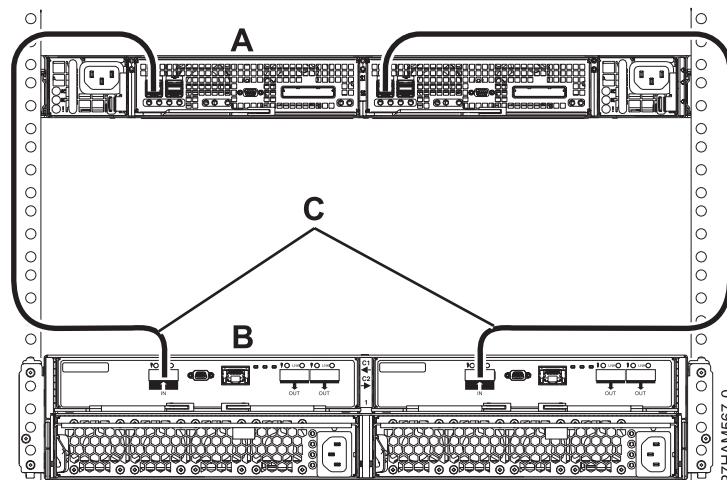

Figura 39. Connexió de mode 1 d'un allotjament d'unitats de disc 5887 mitjançant cables EX a un allotjament d'emmagatzematge PCIe
13. Dueu a terme una connexió de mode 1 d'un allotjament d'unitats de disc 5887 (B) mitjançant cables EX (C) a un allotjament d'emmagatzematge PCIe amb suport per a calaixos de discs SAS (A), com es mostra a la Figura 39 a la pàgina 83.
- Cada adaptador intern de l'allotjament d'emmagatzematge PCIe (A) té accés a l'altre adaptador i a tots els compartiments d'unitats de disc.
- Tots dos cables EX (C) del mateix allotjament d'unitats de disc 5887 han d'estar connectats al mateix port SAS numerat de l'allotjament d'emmagatzematge PCIe, com es mostra a la Figura 39 a la pàgina 83.